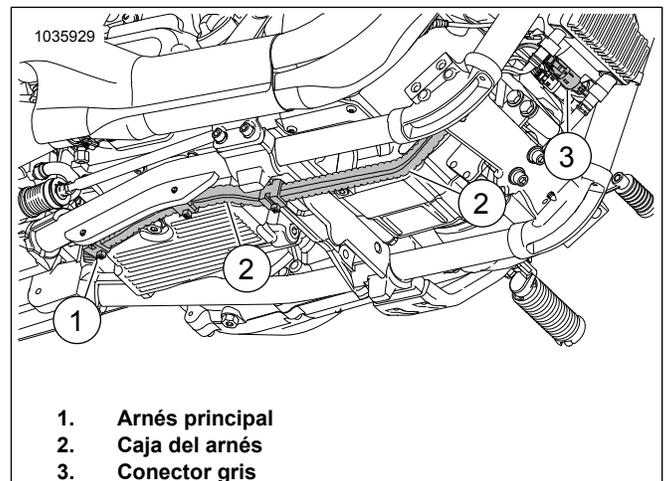

Figura 43. Caja del arnés
12. Vea Figura 43. Coloque el conector gris del arnés hacia afuera del compartimiento trasero de la batería:
- Ubique el arnés principal (1) dirigido hacia la caja del arnés (2).
- Haga coincidir los colores de los conectores (3): gris con gris.
- Asegure el arnés al lado interior de la caja del arnés (2) con las correas de cables según sea necesario.